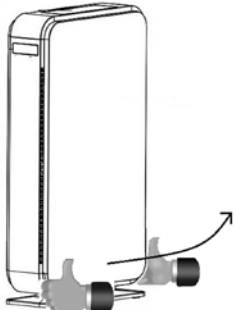

Bild 3
1. Ta bort bakpanelen. Placera båda händerna på rundningen på undersidan av bakpanelen. Dra sedan loss bakpanelen och ta bort den. Se bild 3.